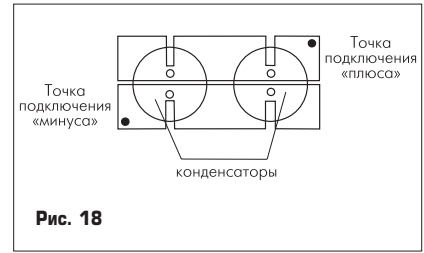

Рис. 18
4. Для снижения активных потерь в электролитических конденсаторах выходных фильтров желательно подключить проводники, как показано на рис. 18. При этом происходит равномерное распределение активных потерь между конденсаторами фильтра.